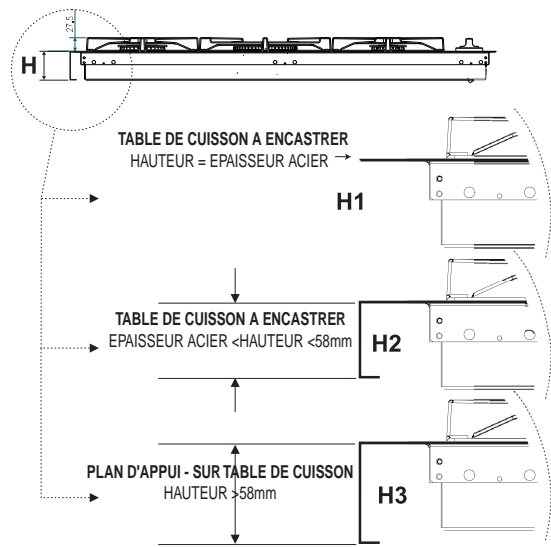

Fig.2
- 1- Tables à encastrer (Classe 3) pour type d'installation au ras du plan (voir figure 2 détail H1); dans ce cas il faut prévoir une découpe du plan ayant des dimensions correspondant à
- 2- Tables de cuisson à encastrer (Classe 3) dont le bord a moins de 58mm de haut (voir figure 2 détail H2); en cas d'installation sur un plan de travail, il faut prévoir une découpe suffisamment grande
3- Tables de cuisson à poser (Classe 1) dont le bord a plus de 58mm de haut (voir figure 2 détail H3); dans ce cas, la boîte inférieure de la table ne dépasse pas du bord de cette dernière même en cas de pose sur un plan de travail, il suffit dans ce cas de prévoir les trous pour le passage du tuyau d'alimentation du gaz et du cordon électrique.